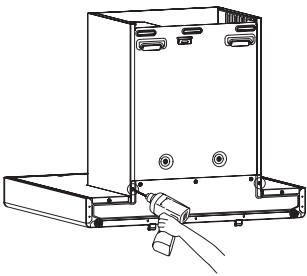

Fig.8
2. 取下風機外罩、裝飾罩（僅適用於 EMG6018-C\EMG6018-CW）：用螺絲刀取下主機背後固定風機外罩的 2 顆螺釘（見 Fig.8），然後雙手抓住風機外罩和裝飾罩向上將其取出（見 Fig.9）；